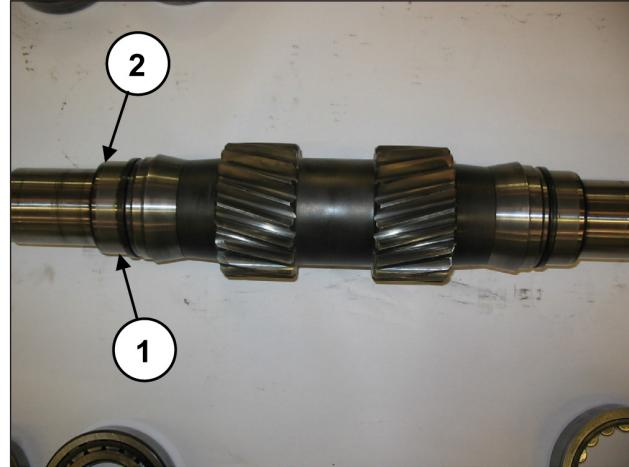

Рис. 33
Снимите внутренние кольца подшипников с вала ВОМ (поз. ①, Рис. 33) и два распорных элемента внутреннего подшипника (поз. ②, Рис. 33).